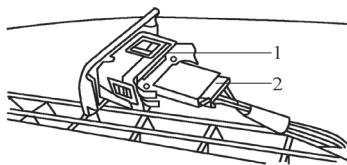

图 5-20 拆装日照光电传感器 G107 或日
1) 如图 5-20 所示，用旋具小心地撬出日照光电传感器 G107 或